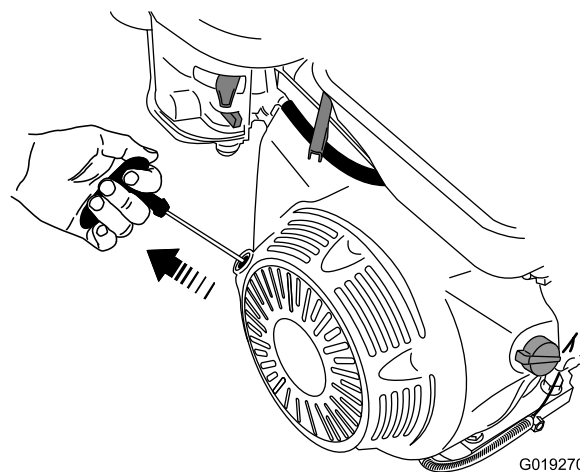

Figura 27
7. Tire del arrancador suavemente hasta que note resistencia, luego tire con fuerza. Deje que el arrancador vuelva lentamente a su posición inicial (Figura 27).